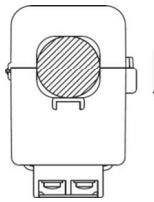

図2
- 2) コア分割面にゴミが付着していないことを確認後、可動コアを閉じます(図2)。ストップが確実にかかるまで可動コアを押し下げます。(可動コアの固定ツメがストップにかかると、カチッと音がします。)